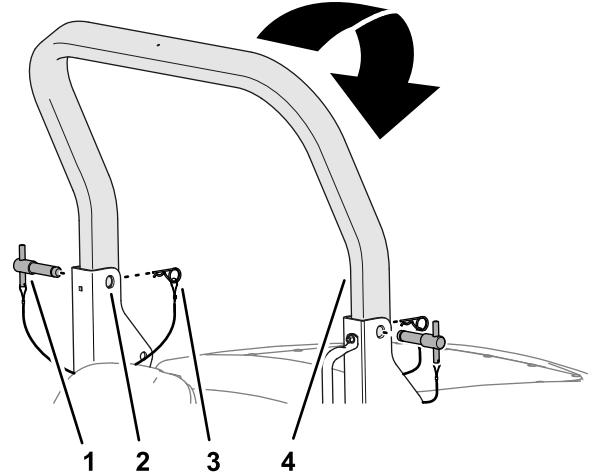

Bild 20
2. Entfernen Sie die Splinte aus den Überrollbügelstiften in den Schwenkhalterungen des unteren Überrollbügelrahmens (**Bild 20**).
3. Halten Sie das Gewicht des oberen Überrollbügels und entfernen Sie die Überrollbügelstifte aus den Schwenkhalterungen (**Bild 20**).